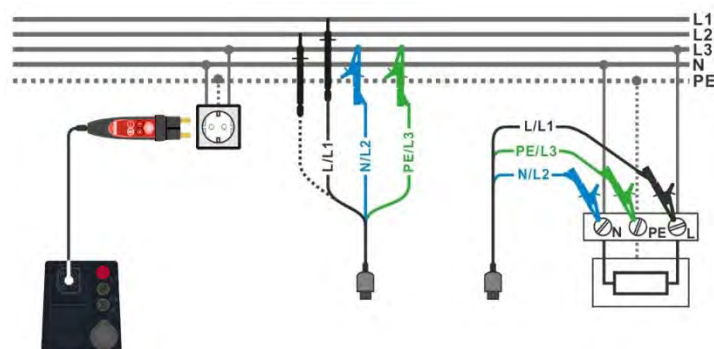

Abbildung 7.79: AUTO TN-Messung
- Schließen Sie die 3-Leiter-Prüfleitung oder den Commander-Prüfstecker am Prüfobjekt an, siehe **Abbildung 7.79**.